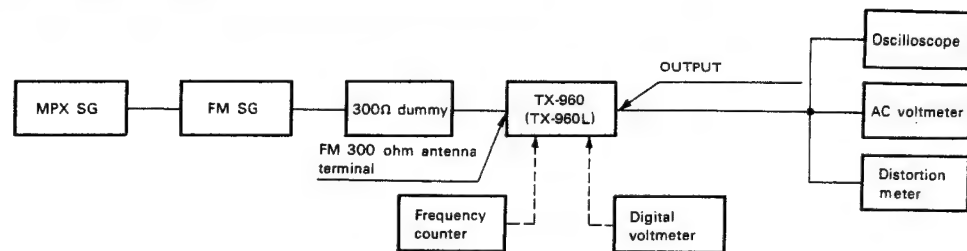

Fig. 11-1. FM adjustment connection diagram
- Faire les raccordements comme indiqué en Fig. 11-1. Note: Modulation stéréo: Principal 1kHz L+R  $\pm$  68,25kHz dév. Pilote 19kHz  $\pm$  6,75kHz dév.